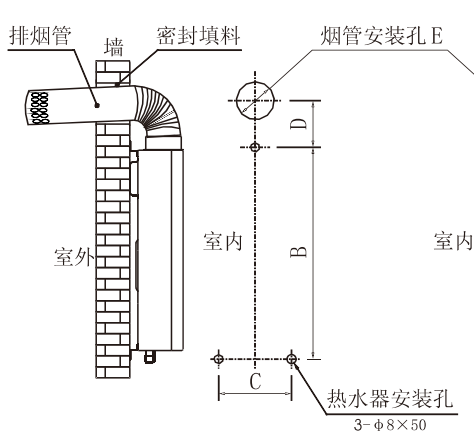
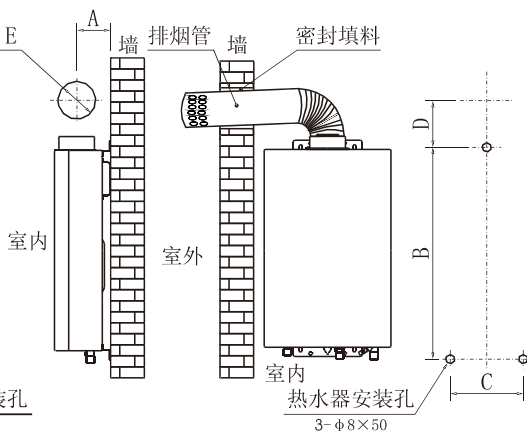

图3 烟管背向安装
图4 烟管侧向安装
- 3 按图3、图4尺寸打孔,上部用膨胀螺钉固定,下部塞入塑料塞用自攻螺钉固定,确定其安装牢固,保持垂直,不得倾斜。